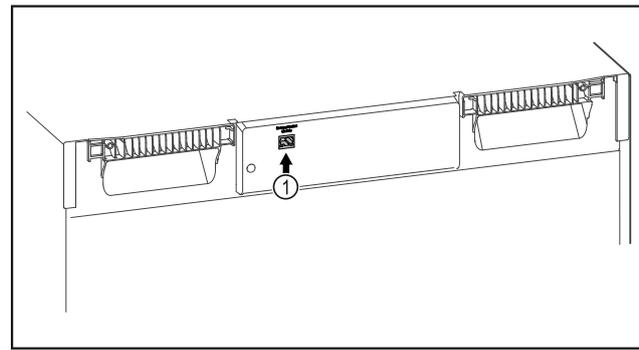

Fig. 126
- SmartModule Fig. 126 (1) ist eingesetzt.